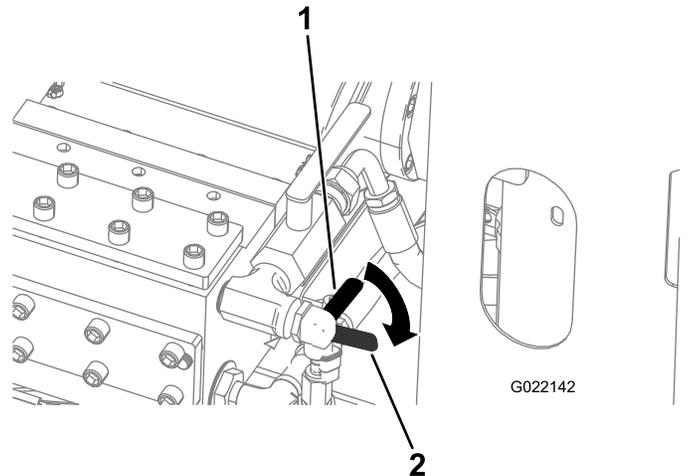

Bild 154
6. Schließen Sie das Ventil für Frostschutzmittel (Bild 154).